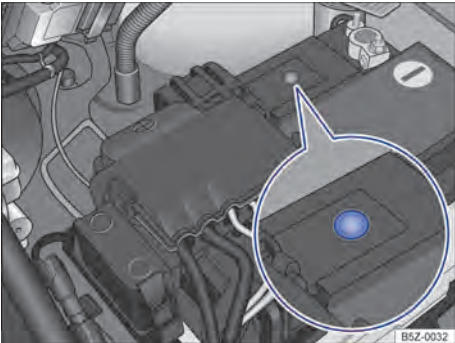

Fig. 135 No compartimento do motor: exemplo de posição do visor no lado superior da bateria do veículo.
- O visor redondo ⇒ Fig. 135 na parte superior da bateria do veículo muda de cor conforme o nível do eletrólito.